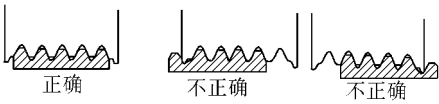

图 19-24 检查传动带的安装
- 1) 检查传动带是否按图 19-24 所示正确地安装在槽中。